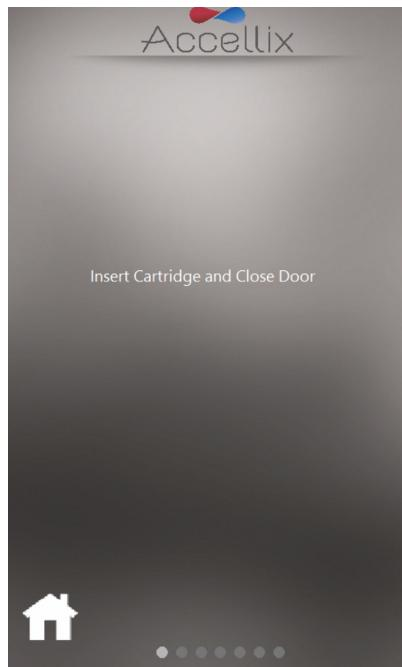

图35：插入芯片屏幕
注：此时起，屏幕底部高亮的灰色圆点表示测定运行的当前阶段。(参见 图 35)。
4. 当仪器提示时 (图 35)，按下仪器门正面右侧凹陷角并松开，打开门。接着，使用顶部的手柄将芯片往下推，将其插入仪器。芯片插入后，按住手柄的右侧稍微向下推，直至听到并感觉到咔哒声，确保芯片已完全插入仪器的芯片处理单元 (CHU)。